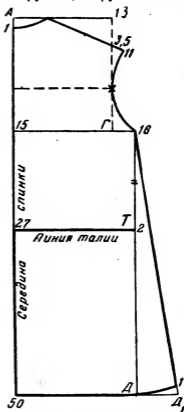

Рис. 138. Построение чертежа основы спинки платья для девочек дошкольного возраста
Вычерчивают прямой угол с вершинной в точке А (рис. 138). От точки А вправо по горизонтальной линии плана откладывают 13 см из расчета  $\frac{1}{6}$  окружности груди плюс 1 см (для всех размеров):
Для построения линии бока переда измеряют длину линии бока спинки от точки 16 до точки Т (см. рис. 138), так как длина бока переда равна длине бока спинки. Поэтому строить чертеж переда без предварительного построения чертежа спинки нельзя.
Для определения всей длины бока переда измеряют длину бока спинки от точки 16 до точки 1 (см. рис. 138), затем от точки 20
**Нанесение линий фасона.** Для построения выкройки платья данного фасона берут основную выкройку платья (см. рис. 138—140) и наносят на нее линии фасона.